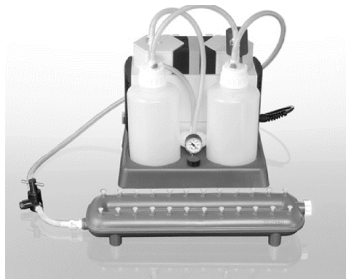

Figura 2. QIAvac 24 Plus, QIAvac Connecting System e Vacuum Pump
As colunas do QIAamp Mini são processadas no QIAvac 24 Plus usando VacConnectors descartáveis e VacValves reutilizáveis. As VacValves (opcionais) são inseridas diretamente nos slots luer do coletor do QIAvac 24 Plus e garantem uma taxa de fluxo constante, facilitando o processamento paralelo de diferentes volumes de amostra. Elas devem ser usadas se as taxas de fluxo da amostra diferirem significativamente, para garantir um vácuo consistente. Os VacConnectors são conectores descartáveis que se encaixam entre as colunas do QIAamp Mini e as VacValves ou entre as colunas do QIAamp Mini e os slots luer do QIAvac 24 Plus. Eles impedem o contato direto entre a coluna giratória e a VacValve durante a purificação, evitando, assim, a contaminação cruzada entre amostras. Os VacConnectors são descartados depois de um único uso. Devido aos grandes volumes de solução usados, o QIAvac Connecting System (ou uma configuração semelhante com frascos) é necessário (consulte a Figura 2).
- A pressão do vácuo é a pressão diferencial entre a parte interna do coletor a vácuo e a atmosfera (pressão atmosférica padrão de 1013 millibar ou 760 mm Hg) e pode ser medida usando o QIAvac Connecting System (consulte a Figura 2). Os protocolos requerem uma bomba de vácuo, capaz de produzir um vácuo de -800 a -900 mbar (por ex., QIAGEN Vacuum Pump). Pressões de vácuo maiores devem ser evitadas. O uso de pressões de vácuo menores que o recomendado pode reduzir o rendimento e a pureza do ácido nucleico e aumentar o risco de entupimento de membranas.